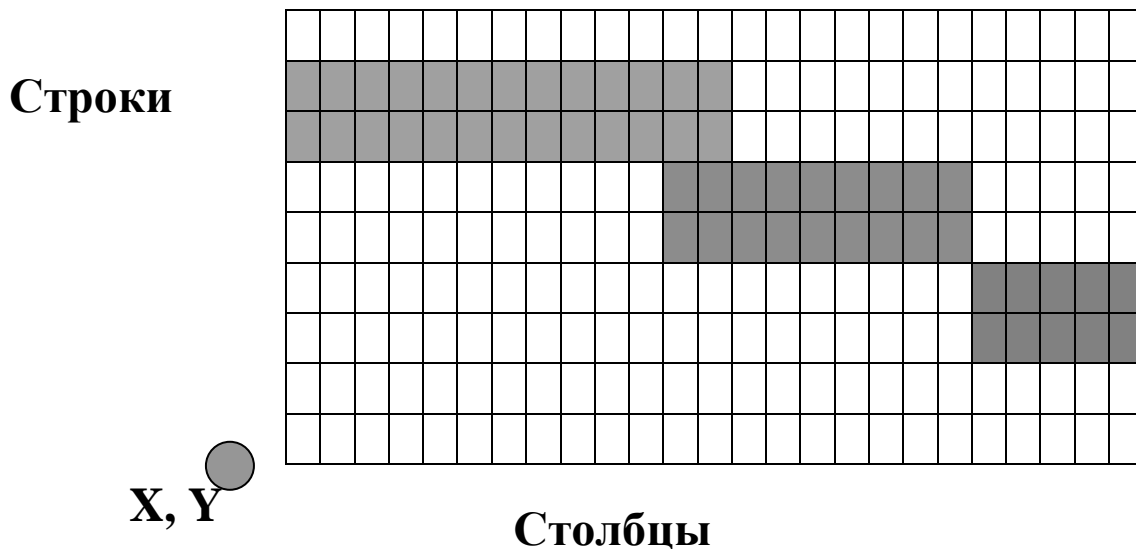

Рисунок 3 – Пример использования квадратных ячеек для моделирования явлений
- Использование квадратных ячеек для моделирования явлений (см. рисунок 3).